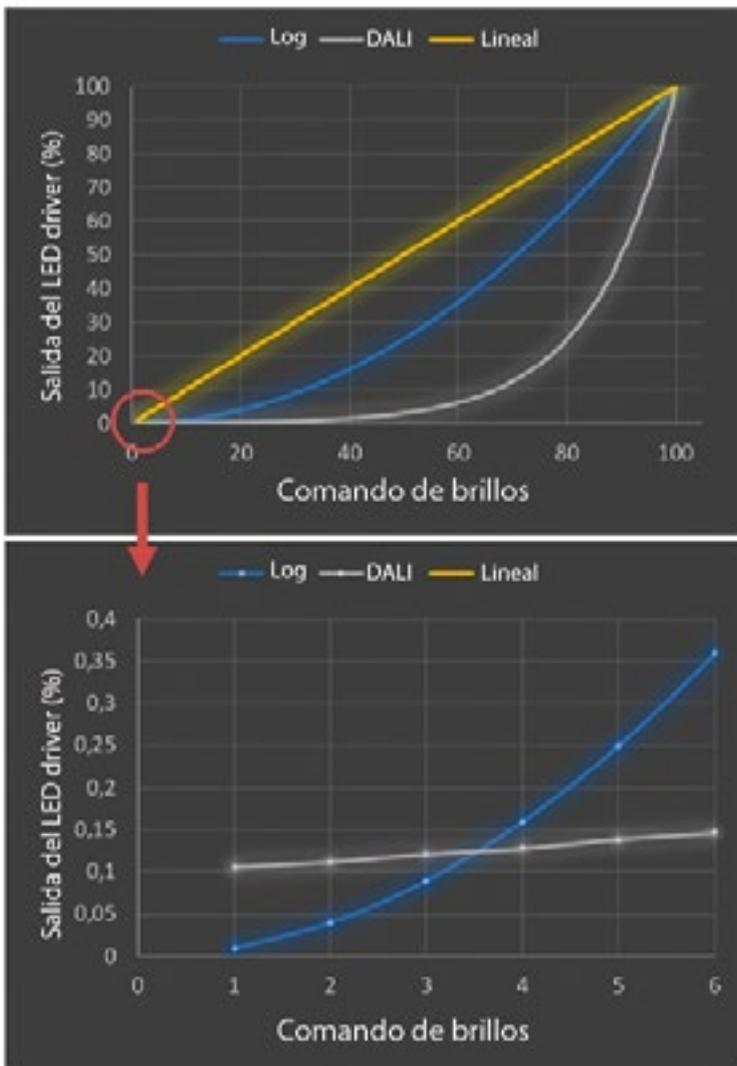

Figura 2. Tres curvas de regulación seleccionables para el driver PWM-KN de MEAN WELL.
Figura 2. La serie PFH500F de convertidores de potencia CA-CC viene en un factor de forma de ladrillo 3/4 y puede entregar 500 W con una salida regulada de 28 voltios. (Fuente de la imagen: TDK-Lambda).
La serie PFH500F tiene una huella de 4 x 2.4 pulgadas y viene en un formato de ladrillo ¾ (Figura 2). Es capaz de entregar 500 vatios (W) de potencia con un voltaje de salida regulado de 28 voltios que puede ser ajustado de 22.4 voltios a 33.6 voltios (±20%).